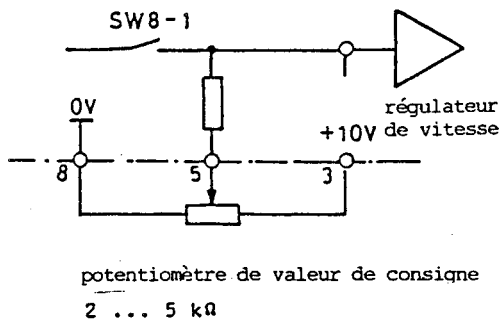

Figure 5.4.2.1
- Raccordement selon la figure 5.4.2.1